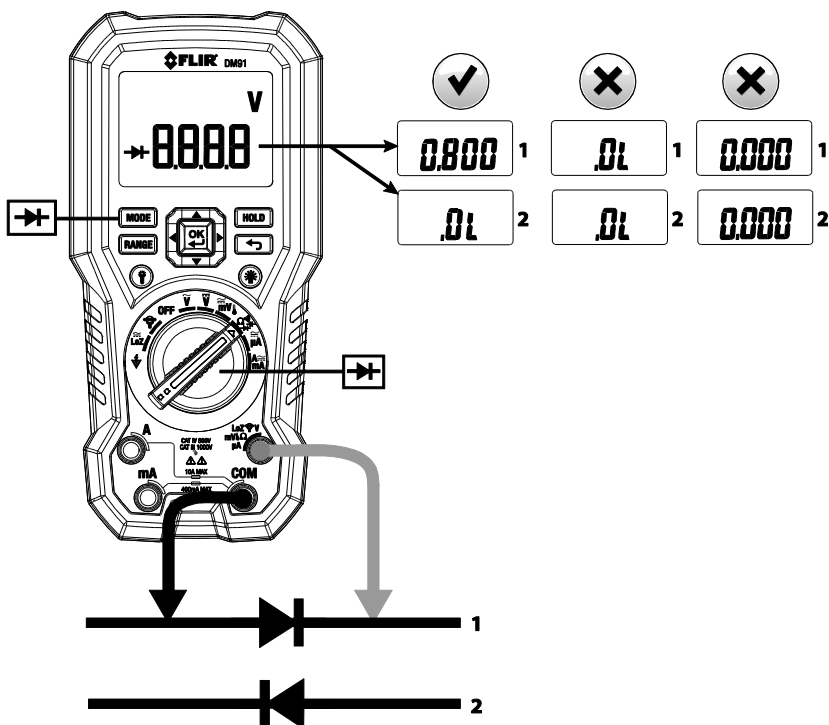

Fig. 5-3 Mesures de la diode CLASSIC (classique)
4. Avec la pointe de la sonde, touchez la diode ou la jonction semi-conductrice en cours de test dans une polarité (sens), puis dans la polarité opposée, comme illustré sur la Fig. 5-3.